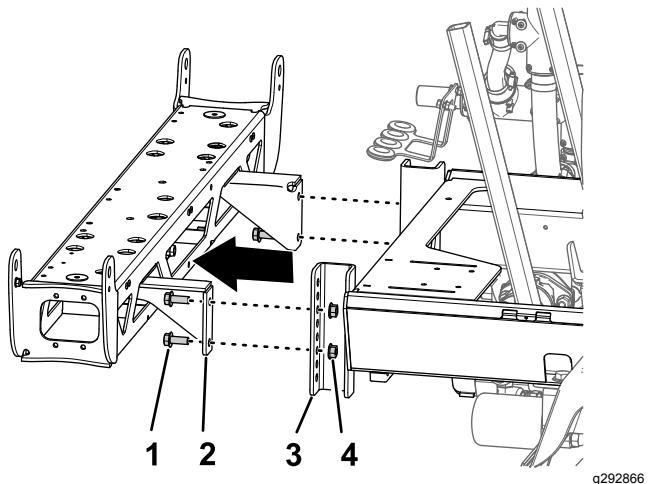

Bild 81
3. Entfernen Sie die vier Bundkopfschrauben (1/2" x 1-1/4") und vier Sicherungsbundmuttern (1/2"), mit denen die Stützhalterungen für den mittleren Auslegerabschnitt am Befestigungskanal am Rahmen des Sprühfahrzeugs befestigt sind, und nehmen Sie den mittleren Auslegerabschnitt von der Maschine ab (Bild 81).